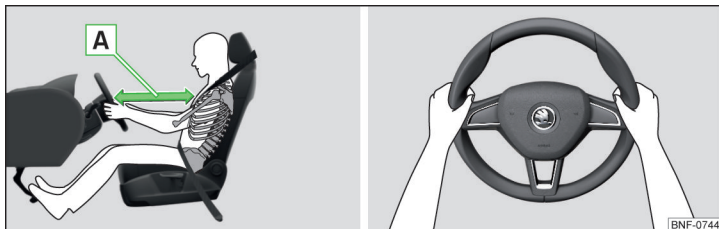

Fig. 4 Posición de asiento correcta del conductor / Sujeción correcta del volante
- ✓ Ajustar el asiento del conductor de la manera, que los pedales son pulsados con las piernas un poco dobladas y la distancia entre el volante y la quilla es mínima 25 cm » **fig. 4 - A**.
- Durante la conducción, sujete el volante con ambas manos por el borde exterior de los lados en las posiciones de las "9" y "3" horas» **fig. 4**. No sujete nunca el volante en la posición de las "12 horas" o de cualquier otro modo (p. ej., en el centro o en el borde interior del volante, etc.). De lo contrario puede generarse lesiones graves en los brazos, manos y la cabeza cuando se activa el airbag.